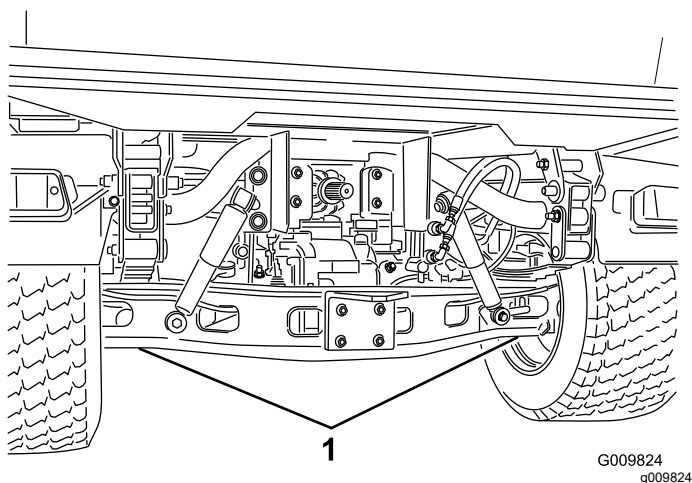

Figura 37
- Il punto di sollevamento della parte anteriore della macchina si trova sotto il supporto anteriore centrale del telaio (**Figura 36**), mentre quello della parte posteriore si trova sotto l'assale (**Figura 37**).